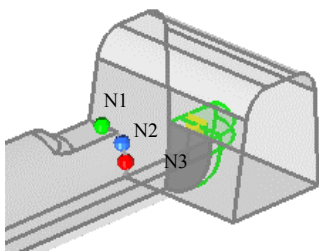

图 3-33 选择节点
- (5) 在所选边线中点处单击左键，一个绿色的临时节点将出现在边的中点处，同时平面选择器节点 N2 被激活。
- (6) 以同样的方法激活靠下的边线，然后在边线上选择两个节点，如图 3-33 所示。